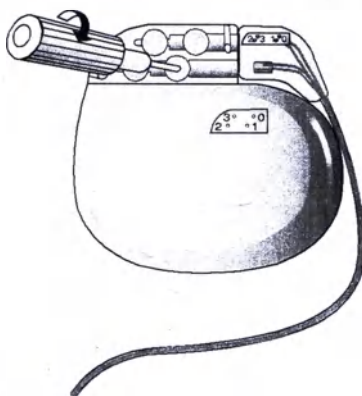

Рис. 2. Затягивание установочных винтов через самозатягивающуюся прокладку.
4. Полностью вставьте ключ с тарированным усилием в каждую самозатягивающуюся прокладку блока коннектора и затяните каждый установочный винт (Рис. 2).
Примечание: Ключ с тарированным усилием должен располагаться под тем же углом, что и установочный винт (Рис. 2).